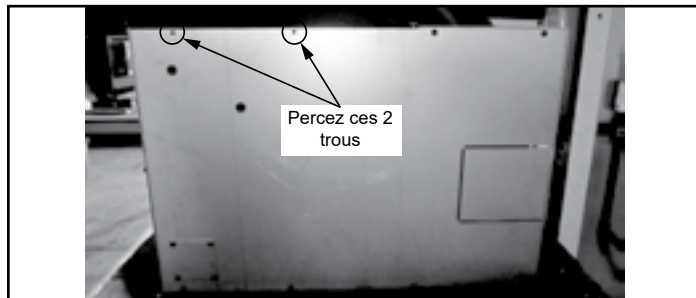

Figure 21.8
11. Utiliser la perceuse électrique avec la mèche n°26; percez 2 trous à l'arrière de la trémie. Ajoutez deux vis pour fixer l'ensemble carénage à l'appareil (**Figure 21.8**).